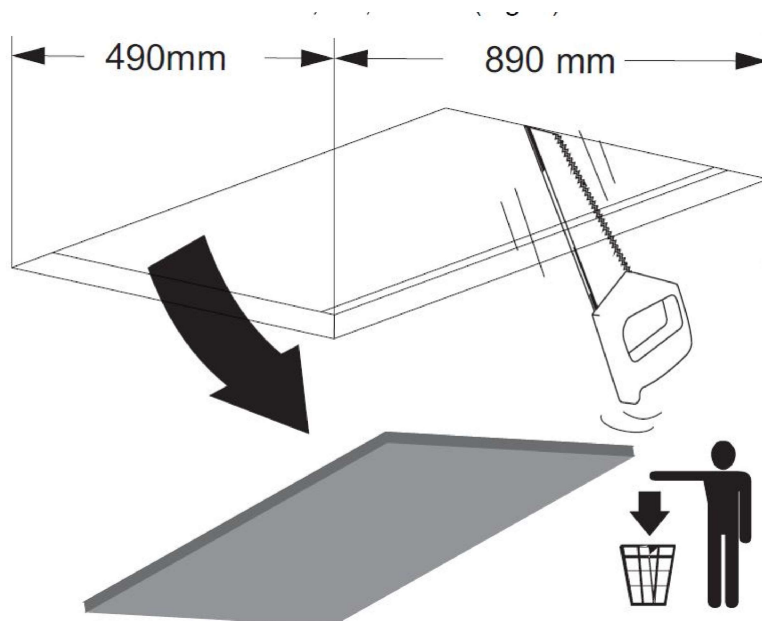

Fig. 7
1. ➡ Loftet eller materialet emhætten monteres i skal skæres med oplyste mål (Fig. 7).